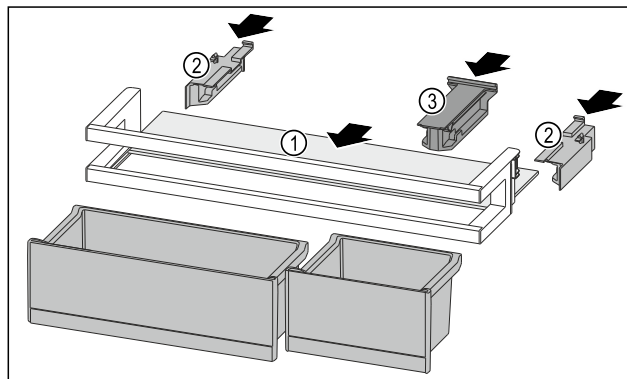

Fig. 122
- Odkládací plochu Fig. 122 (1) zasuněte do bočních vybrání.
- Boční díly Fig. 122 (2) vložte.
- Držák Fig. 122 (3) vložte.